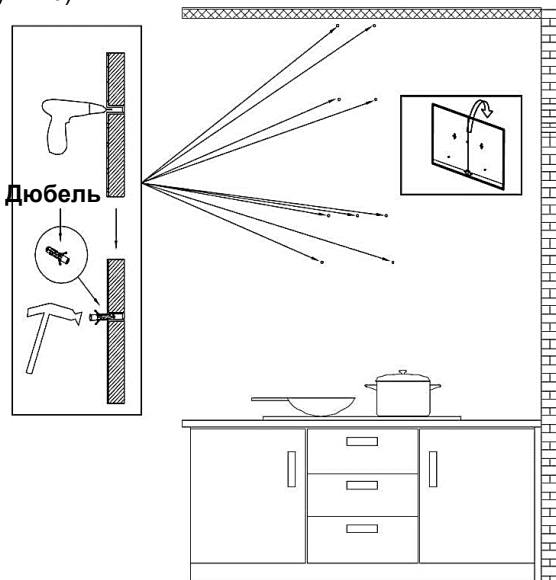

Рисунок 6
5. Просверлите отверстия на стене в отмеченных точках (диаметр сверла - 8 мм), вставьте в них дюбели (см. рисунок 6)